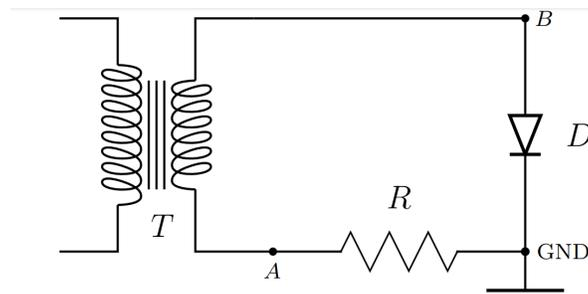

Figura 6: Circuito propuesto para trazar la curva característica de un diodo en un osciloscopio con un transformador. Opción 3.
3. Una tercera opción es usar un transformador para levantar el circuito de tierra, como muestra la figura 6. De esa manera pueden medir en forma directa V_{AB} y poniendo el osciloscopio en modo x-y levantar en la pantalla la curva del diodo.